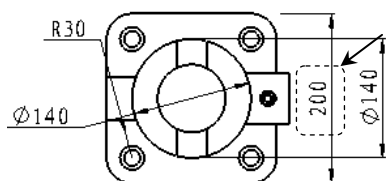

图 6.3.40 选取要移动的尺寸
Step2. 选取要移动的尺寸, 选取图 6.3.40 所示的尺寸 200。